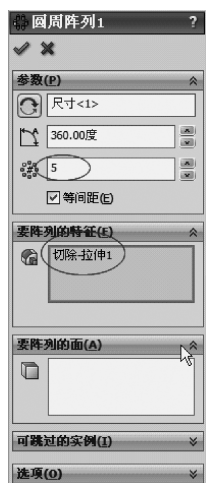

图 12-22 生成特征圆周阵列
5) 单击【特征】工具栏中的 (圆周阵列) 按钮,在【属性管理器】中弹出【圆周阵列】属性设置。在【参数】选项组中,单击 (阵列轴) 选择框,在【特征管理器设计树】中单击【基准轴 1】图标,设置 (实例数) 为 5,选择【等间距】选项;在【要阵列的特征】选项组中,单击 (要阵列的特征) 选择框,在图形区域中选择模型的切除-拉伸 1,单击 (确定) 按钮,生成特征圆周阵列,如图 12-22 所示。